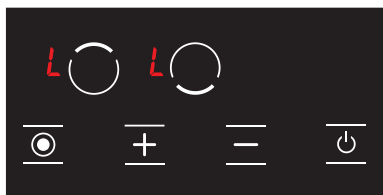

Рисунок 17
1. Когда варочная панель включена и блокировка клавиатуры активна,  будет отображаться на весь экран. (см. Рисунок 17) Если какая-либо из конфорок горячая, значки  и  будут показаны по очереди. Только кнопку  можно использовать для включения и выключения варочной панели.